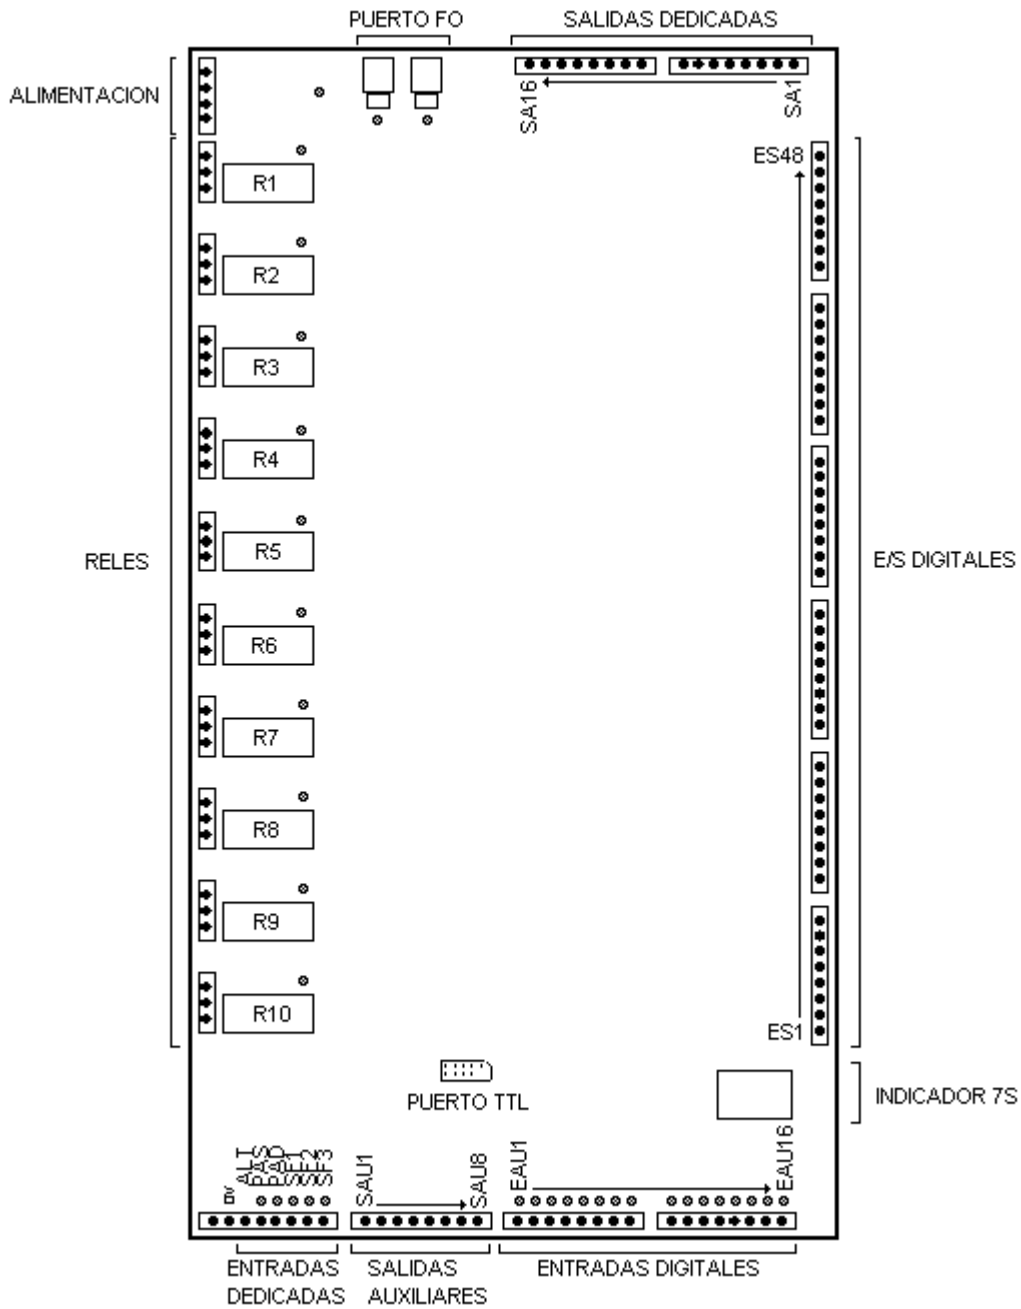

Figura 44
- Tomando como referencia la Figura 44, el controlador activa las salidas según la Tabla 10.